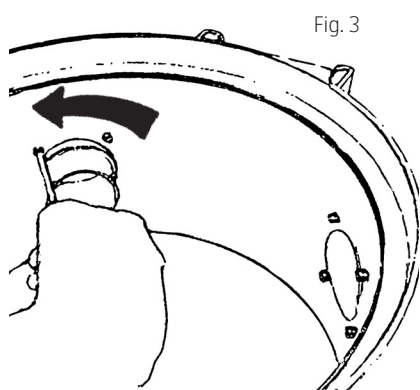

Fig. 3
1. Løsne sugestussen- skru ut de fire kombi Torx-skruene med en Torx T20 eller en vanlig skrutrekker, Fig. 3.